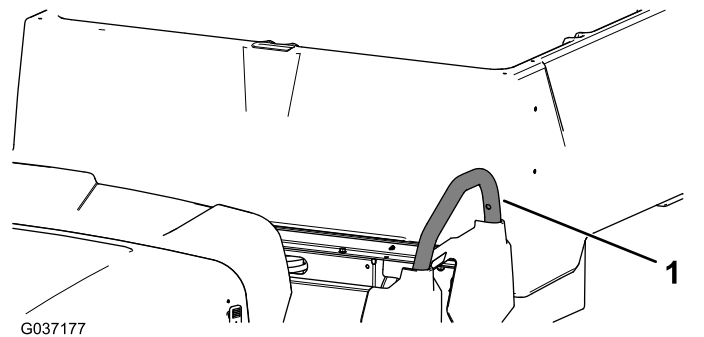

Figura 9
3. Retire os três parafusos e três porcas que prendem o corrimão esquerdo e retire-o (Figura 9).
9. Instale o corrimão esquerdo previamente removido utilizando os três parafusos e três porcas (Figura 9).